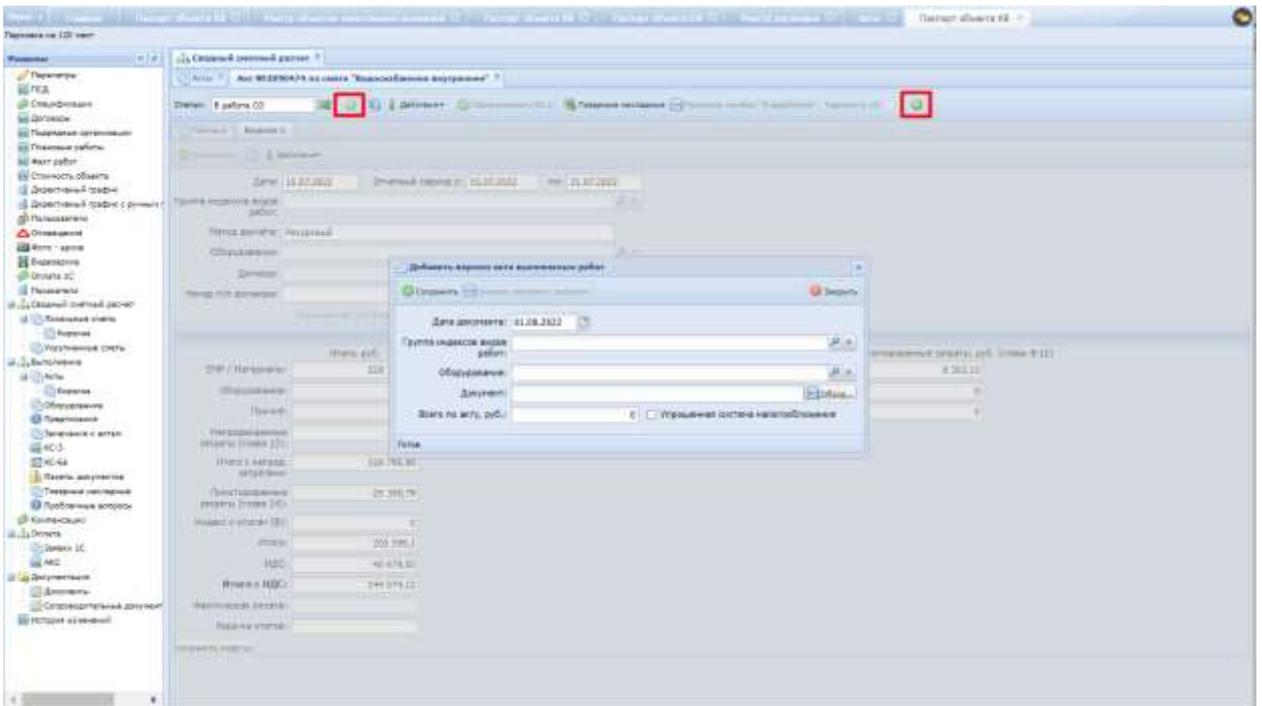

Рис. 124. Добавление второй версии акта выполненных работ
- из акта выполненных работ. Для загрузки следует нажать функциональный элемент  панели инструментов, прикрепить акт выполненных работ в формате \*.xml в поле «Документ», нажать «Сохранить» (Рис. 124).